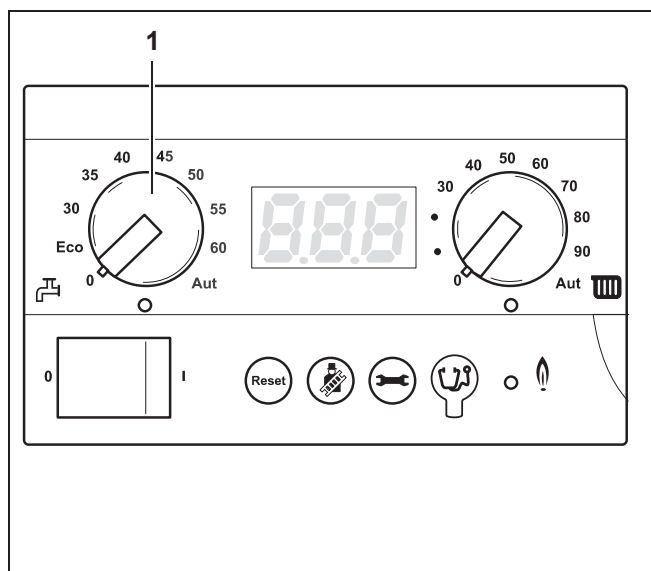

Рис. 18 Главный регулятор BC10
- Ручкой управления "Заданная температура горячей воды" (рис. 18, поз. 1) устанавливается нужная температура горячей воды в баке-водонагревателе (см. таб. 2).